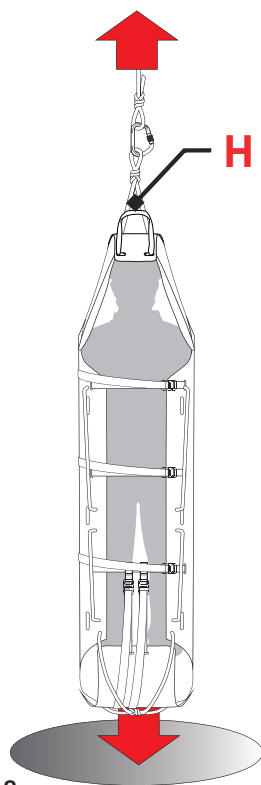

Fig.18
- **Calate e recuperi nel vuoto (fig. 18)**